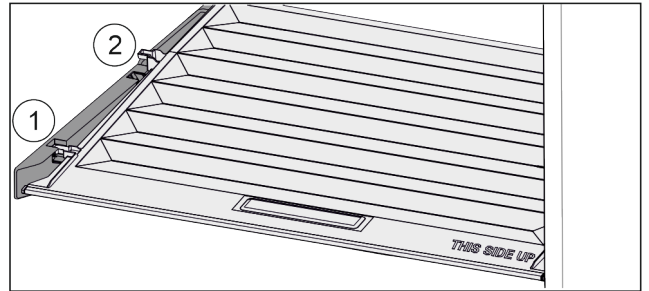

Fig. 32
- ▶ Deksel tot de opening in de vasthouddelen naar voren trekken Fig. 32 (1).
- ▶ Aan de achterkant vanaf de onderkant omhoog tillen en vanaf de bovenkant verwijderen Fig. 32 (2).